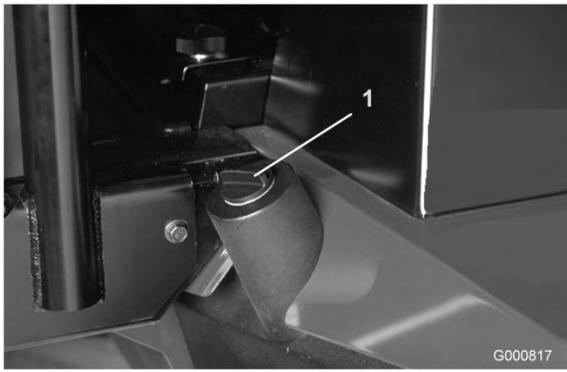

Figure 22
2. Nettoyez la surface autour du goulot de remplissage et du bouchon du réservoir hydraulique (Figure 22). Enlevez le bouchon du goulot de remplissage.